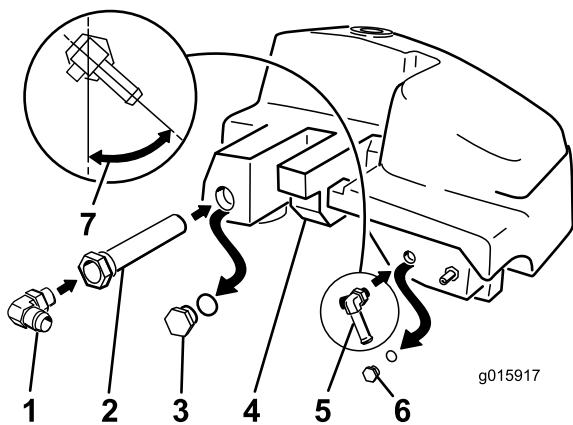

Figure 8
4. Montez le petit raccord en T à 90° avec cannelure à la place du petit bouchon (Figure 8).